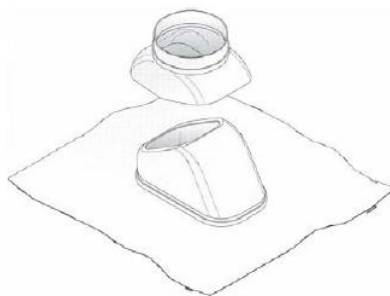

Рис. 12
d) Переходник для покатой крыши (с возможностью регулировки) Ø 125 мм (Рис. 12) **(7006901417)**